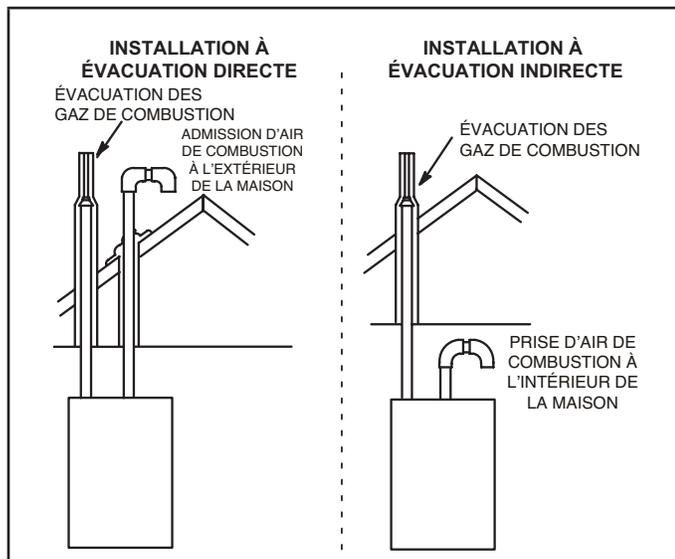
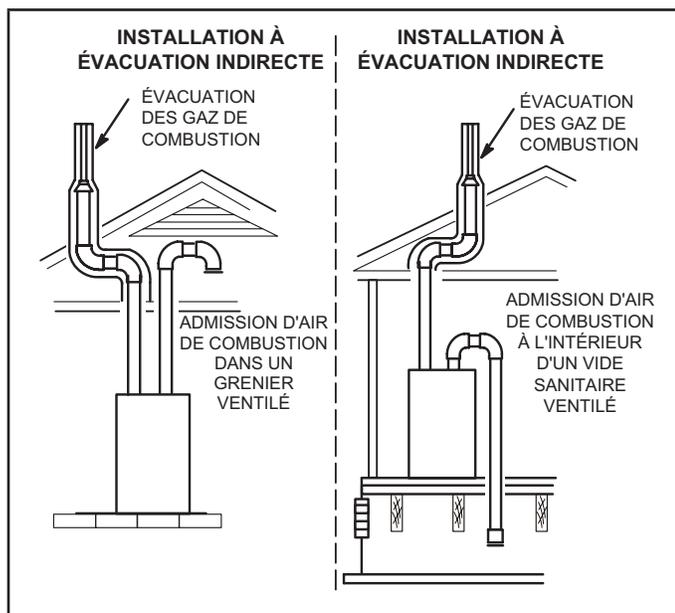

FIGURE 1
FIGURE 2
*REMARQUE - En évacuation directe, l'air de combustion est prélevé à l'extérieur et les gaz de combustion sont évacués à l'extérieur. En évacuation indirecte, l'air de combustion est prélevé à l'intérieur, dans un grenier ventilé ou un vide sanitaire, et les gaz de combustion sont évacués à l'extérieur. Voir la « FIGURE 1 » et la « FIGURE 2 » pour les installations à terminaison sur toit.*